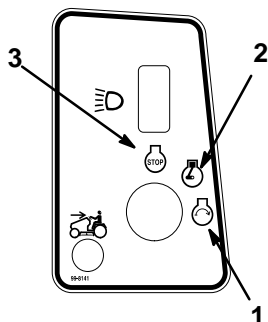

Figure 9
6. Tourner la clé de contact dans le sens des aiguilles d'une montre jusqu'en position de DEMARRAGE (Fig. 9), la maintenir jusqu'à ce que le moteur démarre, puis la lâcher.
2. Tourner la clé de contact sur ARRET (Fig. 9).